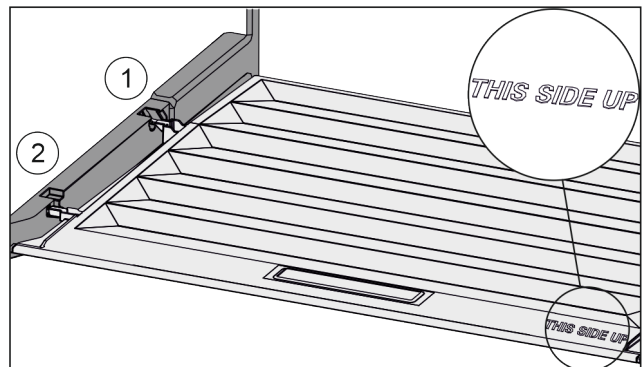

Fig. 109
- ▶ Deckelstege über Öffnung der hinteren Halterung Fig. 109 (1) einführen und vorne in Halterung Fig. 109 (2) einrasten.